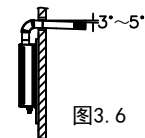

图3.6
- 烟道水平段应尽可能短，且安装时应有向下倾斜 $3^{\circ} \sim 5^{\circ}$ 的坡度，以利于冷凝水和雨水的排出。（如图3.6）